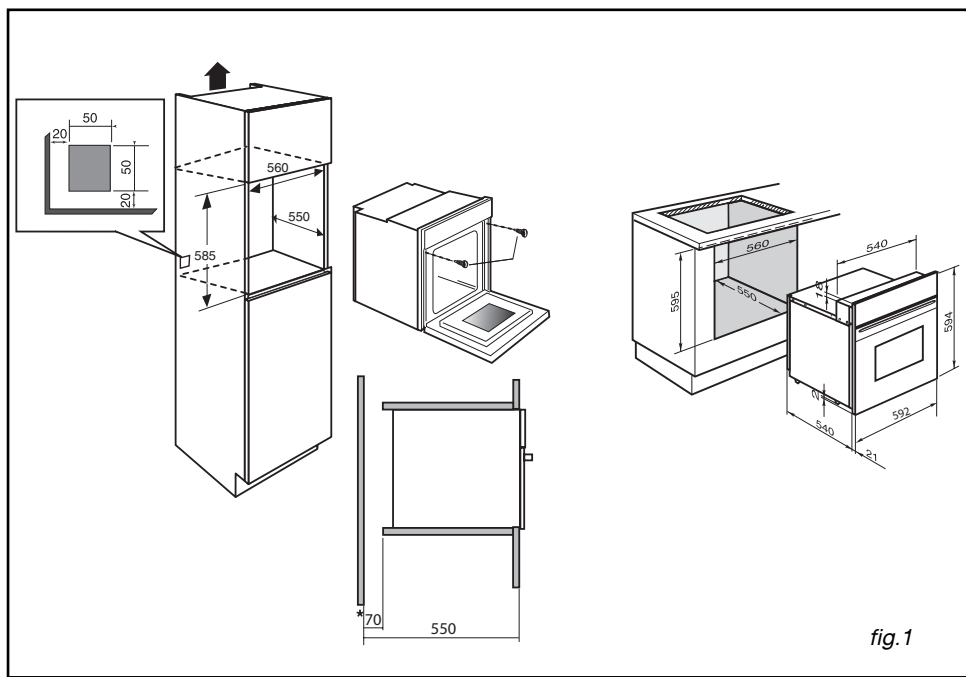

fig. 1
- Pour plus de stabilité, fixez le four dans le meuble par 2 vis au travers des trous prévus à cet effet sur les montants latéraux (fig.1).
**3 / DESCRIPTION DE VOTRE APPAREIL****FR****• ACCESSOIRES (suivant modèle)****• Grille sécurité avec poignée (fig.1)**